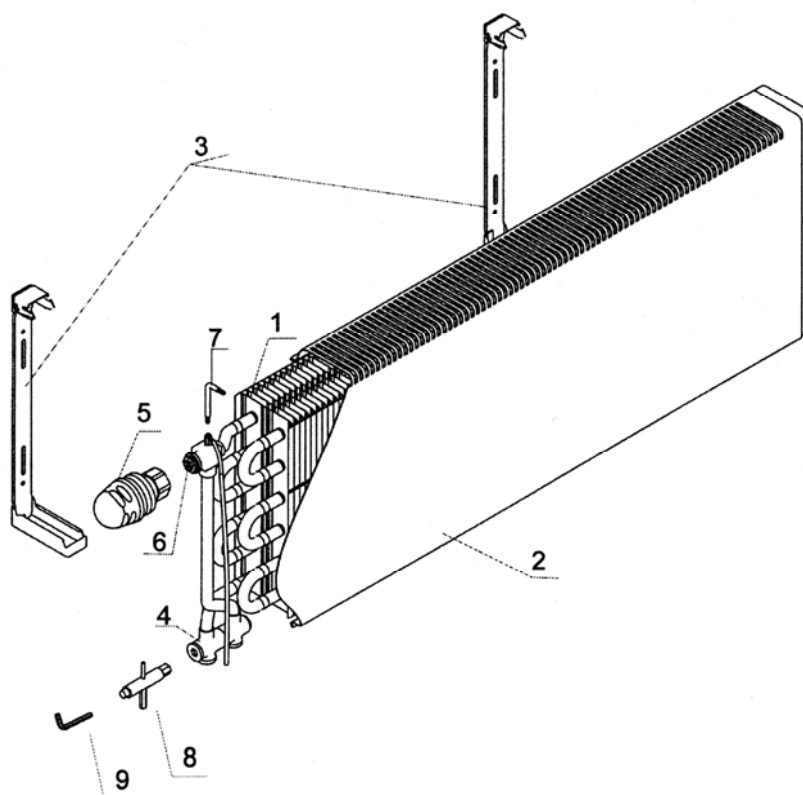
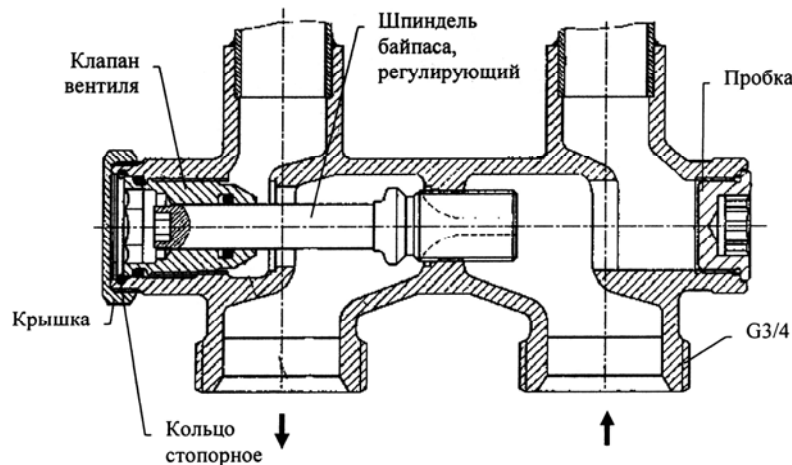
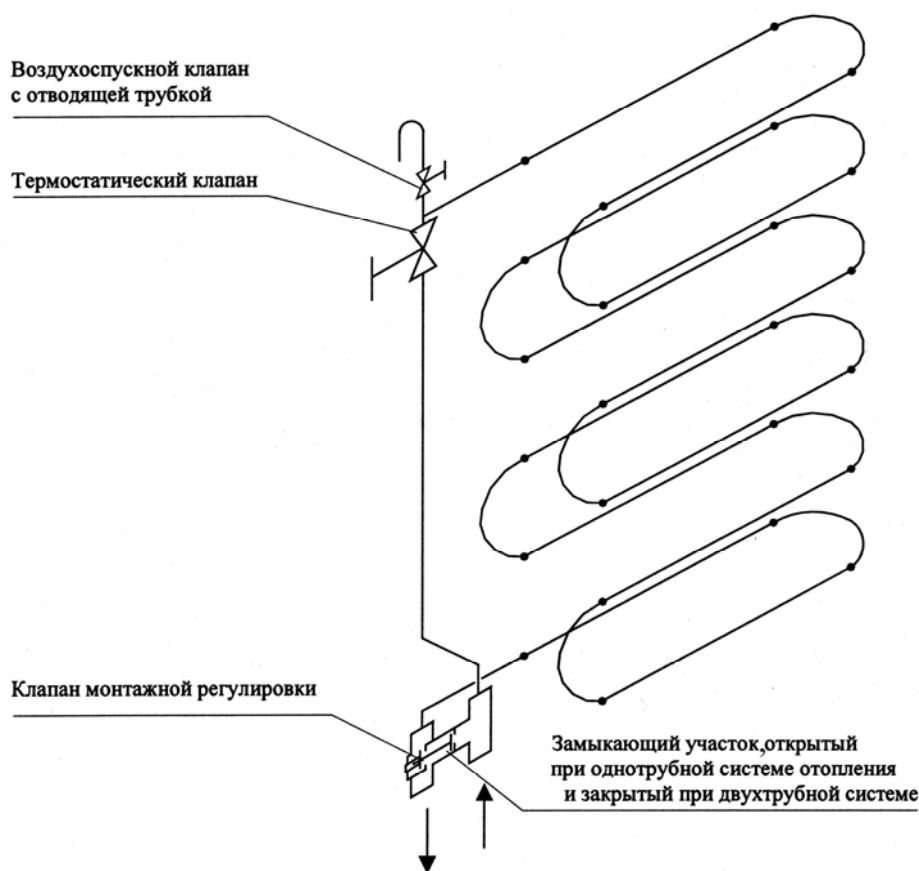

Рис. 1.4. Схема размещения основных узлов конвектора «Экотерм»
Рис. 1.5. Узел подключения конвектора «Экотерм»
Рис. 1.6. Схема движения теплоносителя в конвекторе «Экотерм» с трёхъярусным нагревательным элементом
1.4. Конвектор состоит из следующих основных частей (см. рис. 1.4): нагревательного элемента (1); кожуха (2); кронштейнов (3) для крепления конвектора к стене или полу; узла подключения (4) с замыкающим участком и регулирующим клапаном; термостатической головки или ручного маховичка (5), присоединяемых к корпусу специального термостатического вентиля (6). В верхней части корпуса термостата размещѐн воздухоотводчик, воздух через который отводится при открытии воздуховыпускного отверстия с помощью шестигранного ключа S=3 (7).
Для регулирования гидравлического сопротивления конвектора в сборе с узлом подключения применяется трубчатый ключ S=8 (8), регулирующий положение клапана вентиля в этом узле, а для подбора коэффициента затекания шестигранный ключ S=4 (9), изменяющий положение шпинделя в горловине байпаса всё того же узла подключения (рис. 1.5).
В качестве узла подключения (рис. 1.5) используется аналог гарнитуры «ГЕРЦ-3000» фирмы «ГЕРЦ Арматурен АГ». Узел имеет клапан вентиля, расположенный на выходе из конвектора, с помощью которого может быть установлено требуемое гидравлическое сопротивление каждого конвектора при двухтрубной системе отопления или участка системы отопления (стояка, магистрали) при однотрубной системе.
С помощью регулирующего шпинделя узла подключения (рис.1.5) выполняется регулировка гидравлических характеристик конвектора, работающего в однотрубной системе. Для эксплуатации конвектора в двухтрубной системе отопления шпиндель необходимо завернуть до упора. Если конвектор устанавливается в однотрубную систему отопления, шпиндель байпаса следует отвернуть от положения «Закрыто» на число оборотов в соответствии с нужным коэффициентом затекания (определяется проектом системы отопления, как правило, при полностью открытом клапане вентиля узла подсоединения). Значения коэффициента затекания в зависимости от положения регулирующего шпинделя приведены в разделе 3 (табл. 3.3). Изменение положения шпинделя осуществляется, как указывалось, с помощью ключа S=4 (поз.9 на рис. 1.4).
При открытии шпинделя байпаса из положения «закрыто» увеличивается щель между цилиндрической частью шпинделя и горловиной байпаса, а затем при дальнейшем открытии зазор увеличивается за счёт разворота «лопаточки», показанной на рис. 1.5 пунктиром. Эта «лопаточка» в большей мере, чем цилиндрическая часть шпинделя, открывает проход теплоносителю через байпас. Таким образом, чем больше открывается шпиндель байпаса, тем большая часть теплоносителя проходит непосредственно через него, а коэффициент затекания в нагревательный элемент конвектора уменьшается. При количестве оборотов 7-8 и более «лопаточка» шпинделя разворачивается таким образом, что сечение в горловине байпаса практически не меняется с увеличением количества оборотов, соответственно, коэффициент затекания достигает минимума и с увеличением количества оборотов до максимального значения (12) также не меняется.
1.5. Схема движения теплоносителя в конвекторе на примере модификации с трёхъярусным нагревательным элементом приведена на рис. 1.6. В двухтрубных системах отопления горячий теплоноситель проходит через входной патрубок узла подключения и затем при полностью закрытом шпинделе байпаса поднимается вверх по внутренней вертикальной трубе к корпусу термостата (вентиля) для регулирования теплового потока, затем через тыльную верхнюю трубу верхнего яруса проходит последовательно сверху вниз по всем трубам, выходя из тыльной нижней трубы нижнего яруса в выходной патрубок узла подключения. В однотрубных системах отопления шпиндель байпаса (см. рис. 1.5) частично открыт соглас-
В верхней части корпуса термостата конвектора установлен воздухопускной клапан, открываемый и закрываемый специальным ключом (поз. 7 на рис.1.4) через щели воздуховыпускной решётки. В комплект поставки наряду с упомянутым ключом входит полимерная трубка, используемая для отвода воздушно-паровой смеси от верха термостата в нижнюю часть межрёберного пространства конвектора.